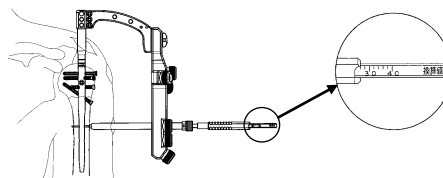

図23
- 23) コーティカル SW ドリルスリーブを抜き、コーティカル SW スリーブ先端を骨面に押しあて、コーティカル SW デプスゲージを挿入し、先端フックを内側皮質に引っ掛け、スクリュー長を計測します。（図23）